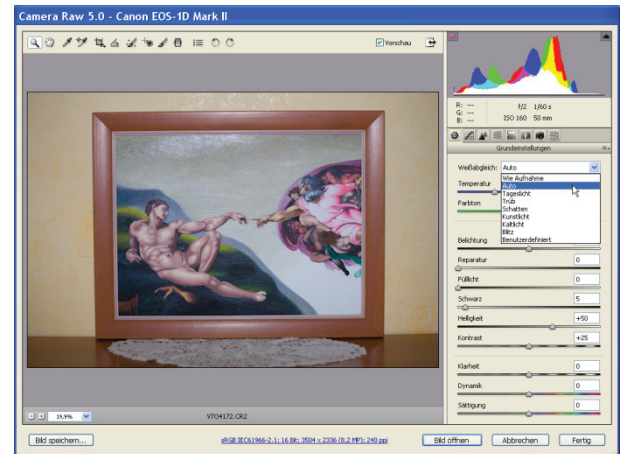

Abb. 7-3: RAW-Konverter von PHOTOSHOP
Die Kamera speichert das Bild in einem vom Hersteller definierten Format (bei CANON ist das CR2, Abb. 7-2 ②). Nach der Entwicklung des sogenannten digitalen Negativs im RAW-Konverter wird es als TIF, JPG oder DNG gespeichert. Wenn der verwendete Konverter (z.B. PHOTOSHOP, Abb. 7-3) dies zuläßt, sollte dem Bild ein Farbprofil zugewiesen werden. Anschließend kann es mit der hohen Farbtiefe von 16-Bit pro Kanal weiter bearbeitet werden.